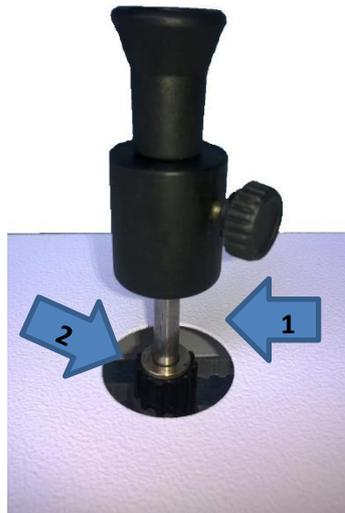

Figura 1
Para o correto funcionamento do equipamento faz-se necessária a lubrificação das hastes (1) e polias das hastes (2) a cada 05 horas de uso, nas regiões conforme indicado na figura 1,